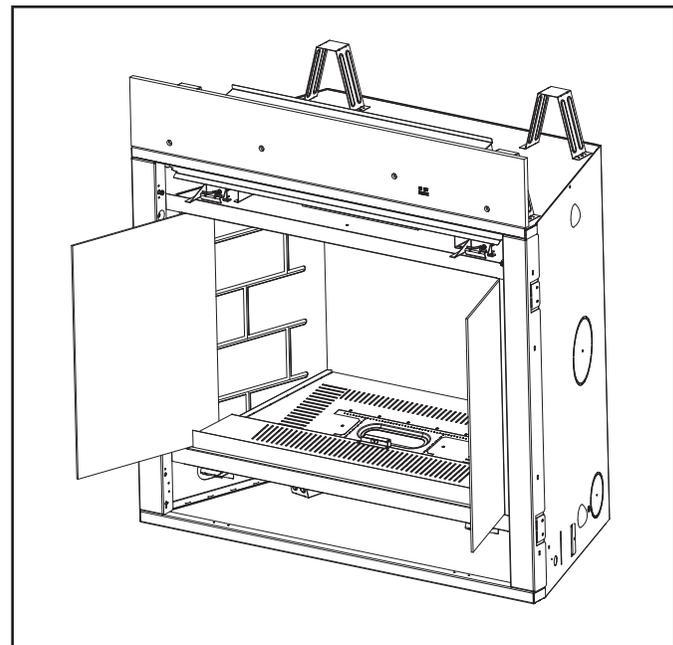

Figure 11.4 Installer les panneaux de verre latéraux
2. Faites glisser les panneaux de verre latéraux dans les positions indiquées à la figure 11.4. Centrez les dispositifs de retenue de la vitre et vissez-les à la chambre de combustion en utilisant une vis autotaraudeuse par dispositif de retenue, similaire à celle illustrée à la Figure 11.3.